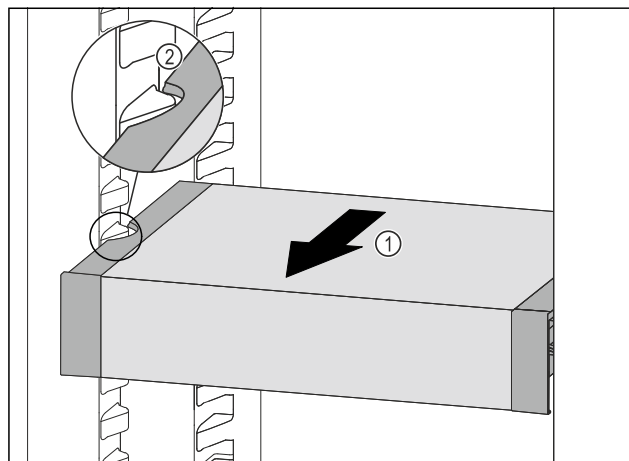

Fig. 132
- ▶ VarioSafe dras framåt Fig. 132 (1) tills sidofördjupningarna på VarioSafe är i samma nivå som behållarlisterna i kyldelen. Fig. 132 (2)